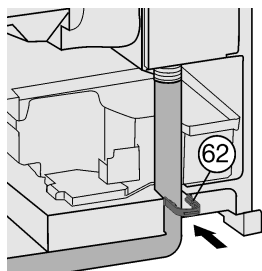

Fig. 14*
- Monter l'étrier d'enclenchement Fig. 14 (62).*